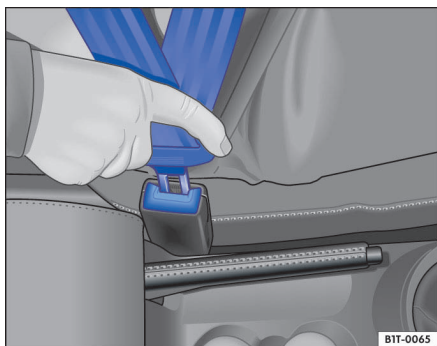

Fig. 10 Hebilla y lengüeta del cinturón de seguridad
– Introduzca la lengüeta de enganche en el respectivo alojamiento de la hebilla en el asiento, hasta encajarla oyendo el "clíc" característico ⇒ fig. 10.